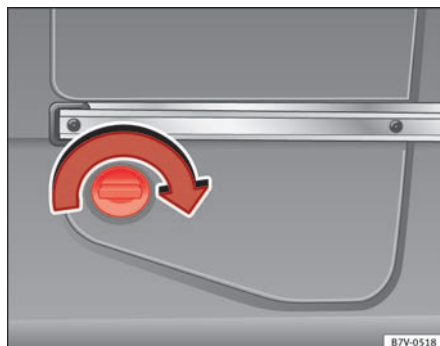

Fig. 161 Bagest i venstre side af bagagerummet: AdBlue-beholder bag en afdækning
- Drej afdækningens snaplås med uret ⇒ Fig. 161, og åbn afdækningen fremad.